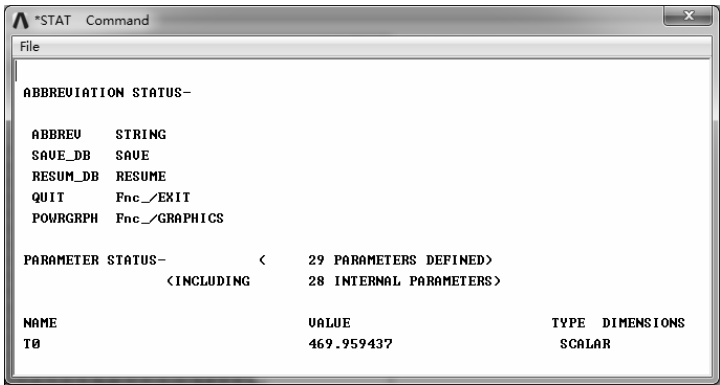

图 8-44 “*STAT Command” 对话框
5) 选择 “Utility Menu>List>Status>Parameters>All Parameters” 命令，弹出 “*STAT Command” 对话框，显示温度为 469.96 度，如图 8-44 所示。